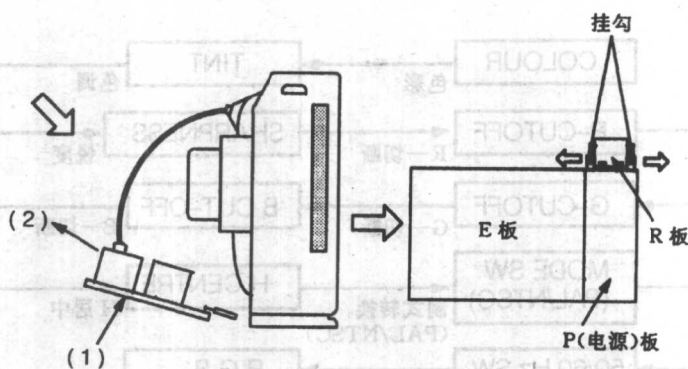

图 1.2.7
②轻轻提起机芯 (1),向自己的方向 (2) 拖出,见图 1.2.7 所示。